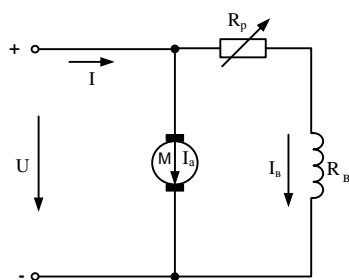

Рис. 2.
5. В цепь обмотки возбуждения шунтового двигателя постоянного тока включен регулировочный реостат  $R_p$  (рис.2.). Напряжение питания  $U = 220$  В. При токе возбуждения  $I_B = 2$  А скорость двигателя  $n = 1000$  об/мин. Сопротивление обмотки возбуждения  $R_B = 55$  Ом. Найти сопротивление регулировочного реостата, необходимое для изменения скорости в диапазоне от 500 до 2000 об/мин. Магнитный поток возбуждения считать пропорциональным току возбуждения  $\Phi_B = kI_B$ , падением напряжения на активном сопротивлении обмотки якоря пренебречь.